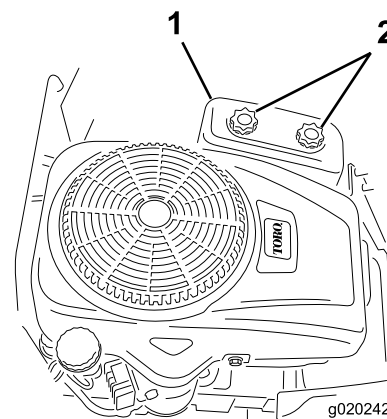

Figure 38
4. Déposez le couvercle du filtre à air en desserrant les 2 boutons (Figure 38).
3. Reposez le couvercle du filtre à air et serrez les 2 boutons (Figure 38).